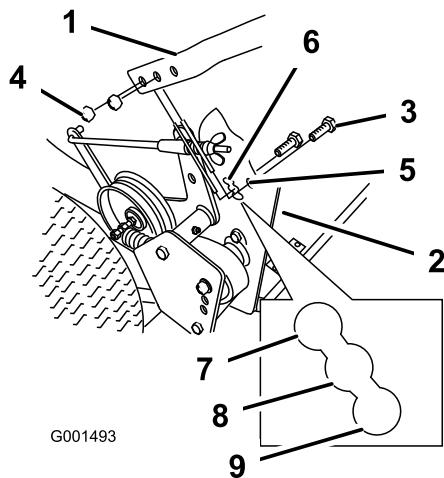

Figura 18
2. Afloje los pernos (3/8 x 1-1/4 pulg) y tuercas con arandela prensada superiores que sujetan el manillar al bastidor trasero (Figura 18).
3. Quite los pernos inferiores (3/8 x 1 pulgada) y las tuercas con arandela prensada que sujetan el manillar con el bastidor trasero (Figura 18).